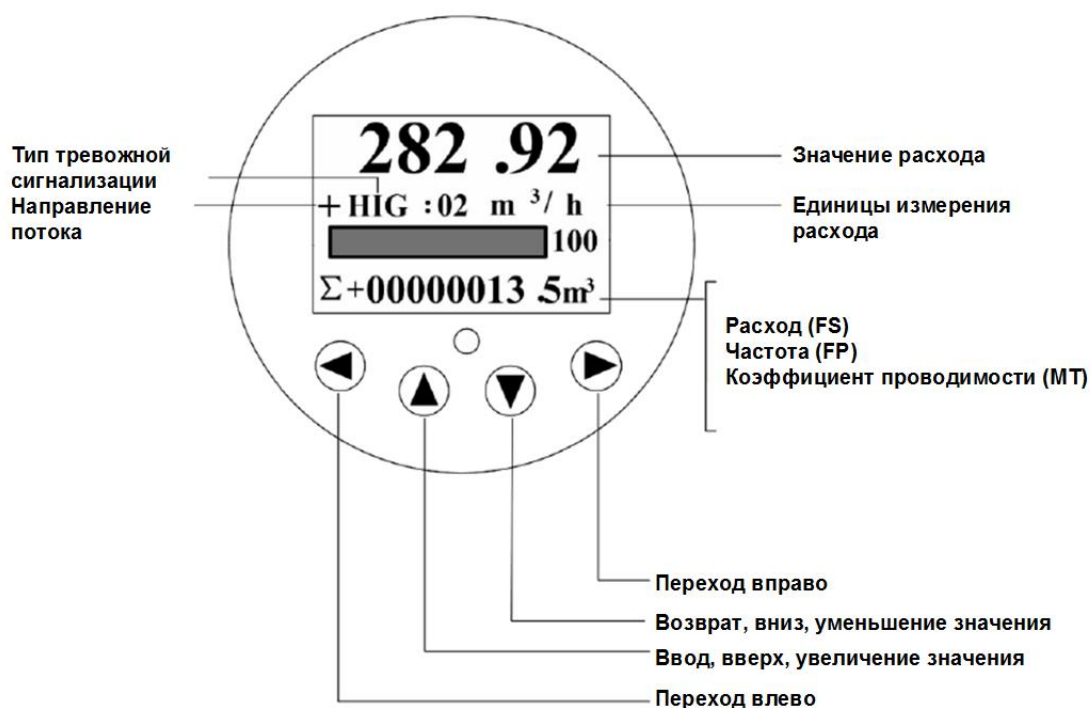

Рис.6. Дисплей расходомера компактного исполнения
4.1.2. Вид дисплея расходомера компактного исполнения приведен на рис.6.